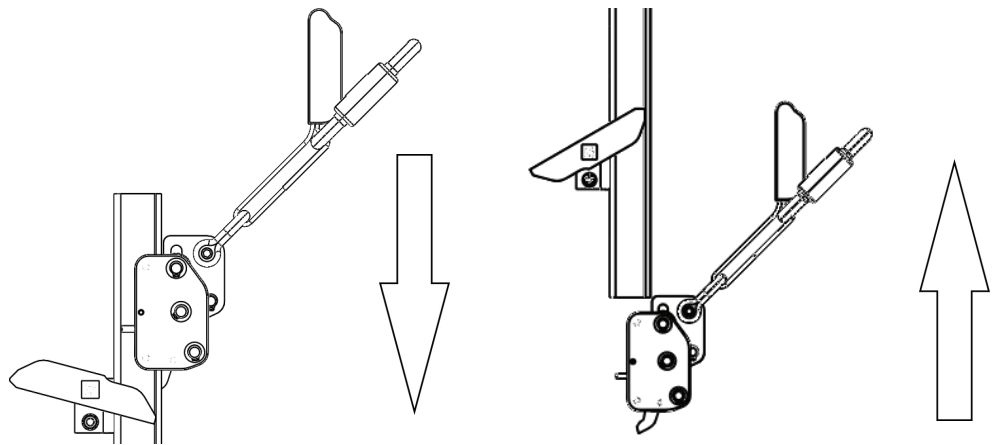

Abb. 19 Einstieg in das Steigschutzsystem
- Beim Erreichen des Sicherungsläufers der Endanschlüsse vom Typ A oder Typ B (Abb. 19) wird verhindert, dass der Sicherungsläufer die Steigschutzschiene ungewollt nach oben bzw. unten verlässt.